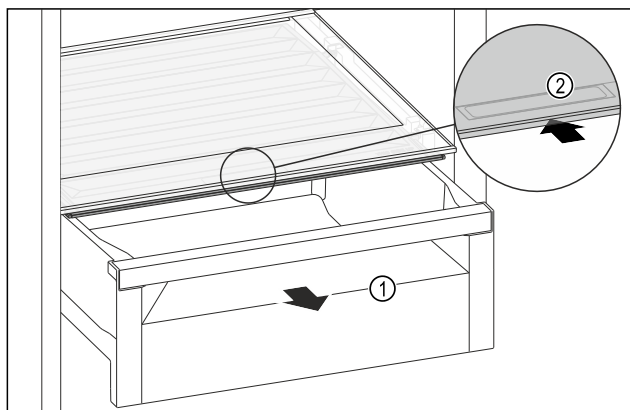

Fig. 146
- Izvucite ladicu Fig. 146 (1).
- Primite ručku Fig. 146 (2) na poklopcu pretinca i istodobno povucite poklopac pretinca prema natrag.